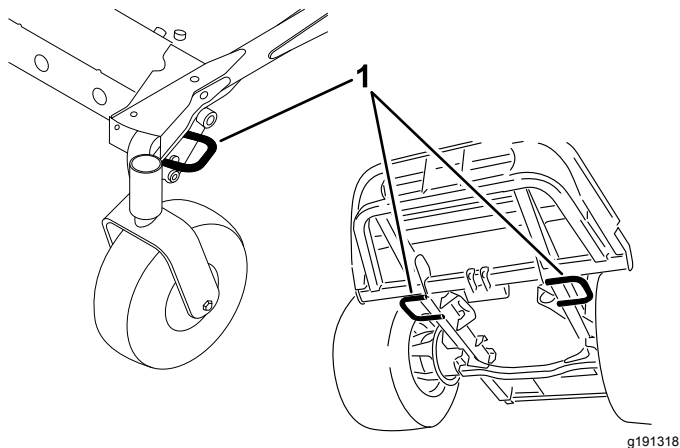

図 26
5. マシンにはロープ固定用のアイがついているので、チェーンやロープなどを使ってトラックやトレーラに機体をしっかりと固定する **図 26**。